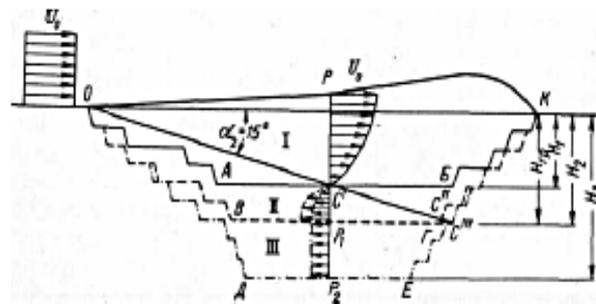

Рис. 2. Схема к определению основных этапов отработки карьера в зависимости от эффективности его естественного проветривания:
Основные этапы отработки карьера, исходя из схем его естественного проветривания могут устанавливаться графическим и аналитическим способами. Графический способ хотя и более трудоемок по сравнению с аналитическим, однако он более нагляден. Для решения этой задачи на плане карьера в отработываемом проектном контуре строятся характерные вертикальные профили, проходящие через его глубокую часть (рис. 2). Критерием оценки эффективности проветривания является безразмерная величина:
Из рис. 2 и формулы (1) следует, что при различном сочетании  $H_{\text{сп}}$  и  $H$  величина  $\bar{H}$  может иметь разные значения в диапазоне  $0 \geq \bar{H} \leq 1$ . Исходя из эффективности естественного проветривания с учётом влияния вредных примесей на уровень загрязнения атмосферы карьера, основные этапы его отработки соответствующим глубинам, определяемым величиной  $\bar{H}$ : первый этап —  $\bar{H} > 0$ ; второй —  $0,5 > \bar{H} > 0$ ; третий —  $\bar{H} < 0$ .
На первом этапе отработки объем  $OABKO$  (рис. 2) проветривается по прямооточной (при  $\beta_n \leq 15^\circ$ ) или рециркуляционно-прямоточной схеме (при  $\beta_n > 15^\circ$ ). При этом его большая часть находится в зоне действия прямых потоков воздуха, а рециркуляцией охвачен сравнительно небольшой объем ( $OAC'O$ ), примыкающий к подветренному борту карьера. Вследствие этого загрязнения атмосферы не возникают или их уровень незначителен, а скорости воздушного потока у поверхности уступов и дна карьера при среднегодо-